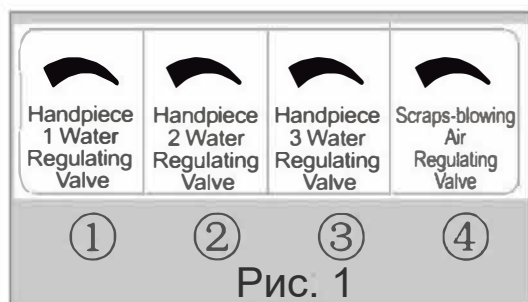
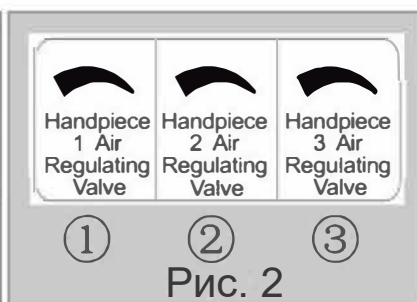

Рис. 1
Рис. 2
Символ регулировки воздуха на наконечнике показан на рис. 1, символ регулировки воды приведен на рис. 2.
а) "Рисунок 1" ②, ③, ④ и "Рисунок 2" соответствуют настройке "Рисунка 3" ①, ②, ③ рабочего объема воды наконечника.
б) "Рисунок 1" ① настройка объема воздуха для продувки наконечника. Настройте объем воздуха и поверните ручку согласно показанию.